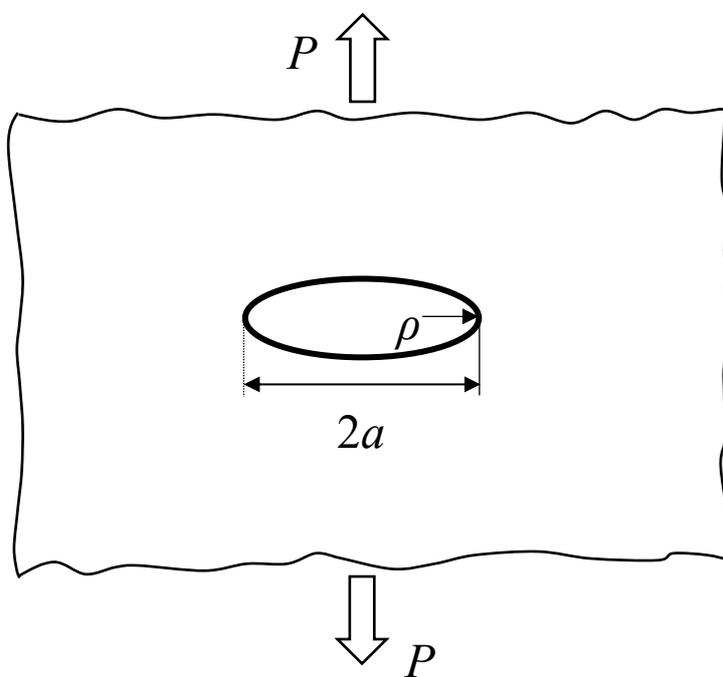

図 4-5 だ円孔を有する無限の幅を持つ板
- (2) 疲労破壊という現象は、ときに大事故の原因となることがあり、ニュースや新聞等で大々的に取り上げられることもあります。疲労破壊が原因と考えられている事故の中で、あなたが知っている事例を一つ挙げ、それについて説明しなさい。
- (3) 応力集中という現象を利用して、人々が扱いやすくなるよう工夫された製品も多くあります。応力集中を積極的に利用している身近な製品を一つ挙げなさい。
- (4) 応力集中により生じた最大応力を実断面積から計算された応力で除した値を応力集中係数 α と呼びます。図 4-5 のように、長軸の長さが $2a$ 、曲率が ρ のだ円孔を有する無限の幅を持つ板が、引張り力 P を受けている状態であった場合、 α は次式で表されるものとします。